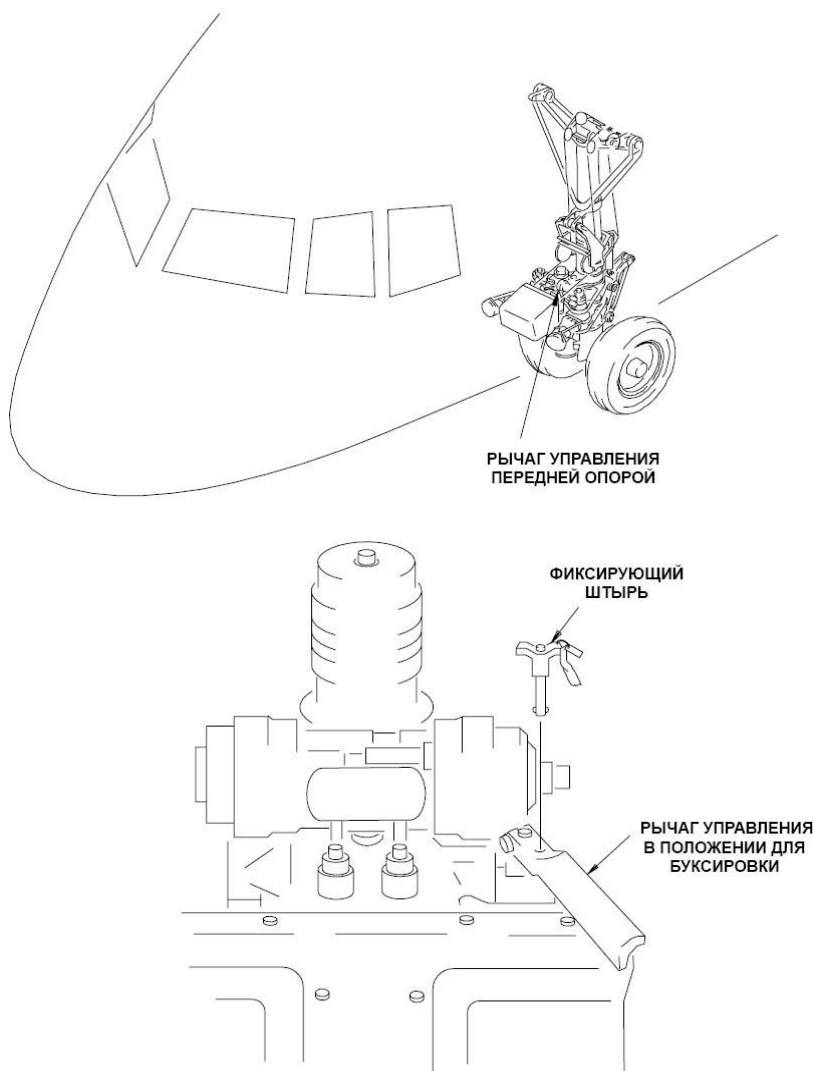

Рисунок 21. Установка фиксирующего штыря на рычаг управления передней опорой шасси.
- Установить буксировочный штырь в блокировочный кран на передней стойке шасси для отключения системы разворота колес. (Рисунок 21)